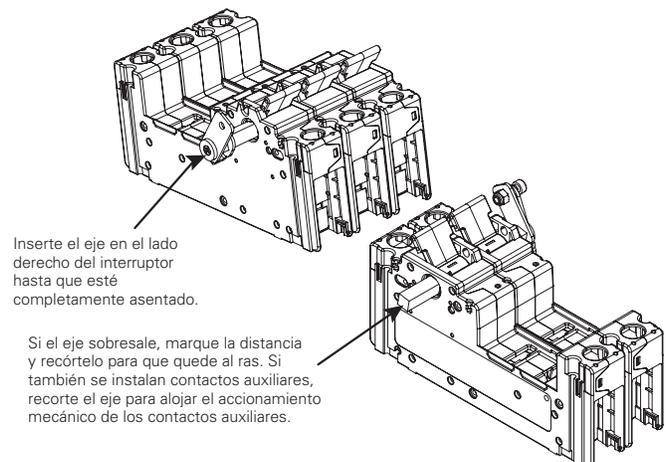

Fig. 1-1. Comprobación del ajuste del eje
Paso 1. Compruebe el ajuste del eje en el lado derecho del interruptor, insertándolo hasta que esté completamente asentado (vea la Fig. 1-1). Si el eje sobresale del lado izquierdo, marque y recorte el eje con una sierra de arco. Retire las rebabas con una lima de metal.